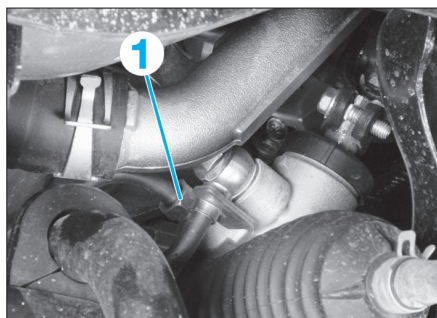

FIG. 22
- Lorsque le moteur est froid, déposer la durite basse pression (1) et vidanger le circuit par celle-ci (Fig.22).